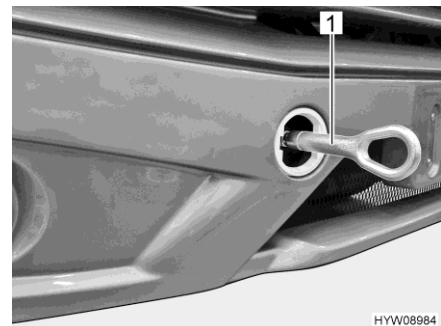

Fig. 44 Occhione di traino (installato)
- Montare l'occhione di traino (Fig. 44,1) come indicato nel manuale di funzionamento del veicolo di base.